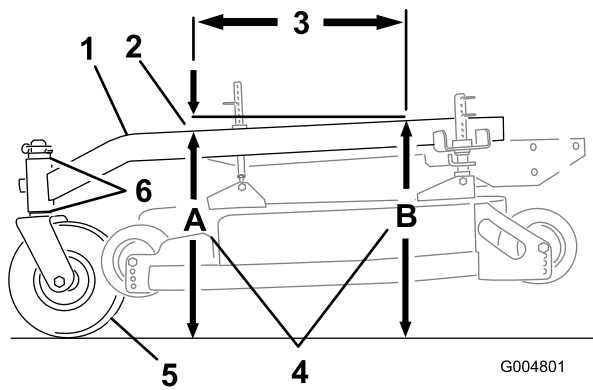

Figure 58
L'inclinaison avant/arrière du bâti porteur doit être comprise entre 3 mm et 9 mm sur 61 cm de sa longueur (Figure 58).
1. Mesurez 61 cm sur le bâti porteur (Figure 58).
- Mesurez la hauteur du bâti porteur au point **A** (Figure 58).
- Mesurez la hauteur du bâti porteur au point **B** (Figure 58).
- La hauteur au point **A** doit être inférieure de 3 à 10 mm par rapport au point **B** (Figure 58).
- Si ce n'est pas le cas, déplacez les entretoises des roues pivotantes de manière à obtenir l'inclinaison voulue de 3 à 10 mm (Figure 58). Déplacez les entretoises en haut ou en bas pour corriger l'inclinaison.